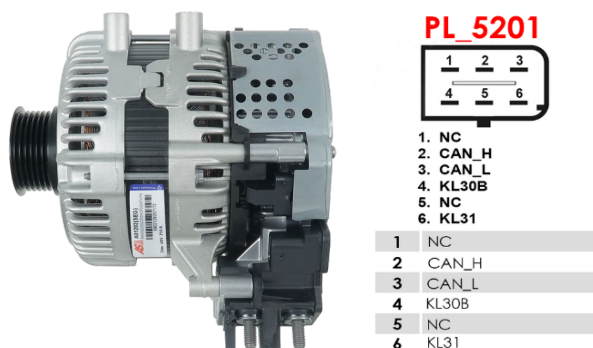

Figura 27. Arrancador-generator L1TA-11238 y designación de terminales en el conector
1.1. Como ejemplo, en la Figura 27 y en la Tabla 6 se muestra el esquema de conexión del starter-generator de 48 V L1TA-11238.